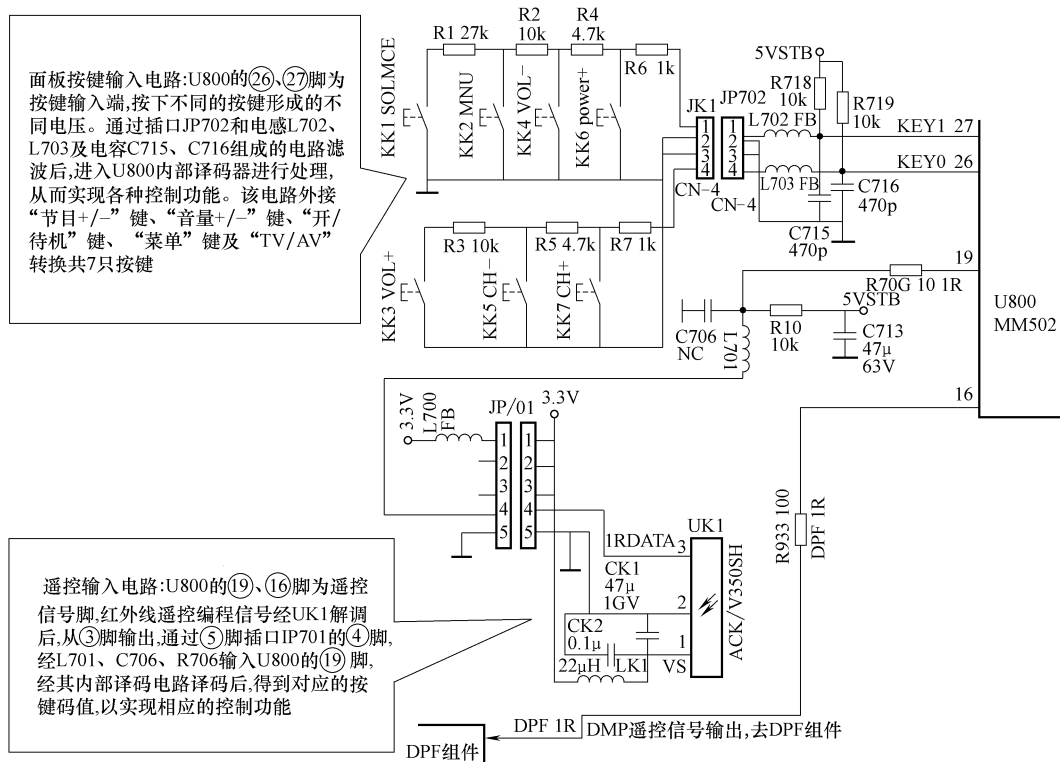

图 4-52 面板输入与遥控输入电路控制原理分析图
(2) 面板输入与遥控输入电路控制原理
长虹 LS10 型机心 MM502 的②⑥、②⑦引脚为面板按键输入电路控制端。其信号脚②⑩、②⑨为遥控输入电路控制端。具体控制功能如图 4-52 所示。